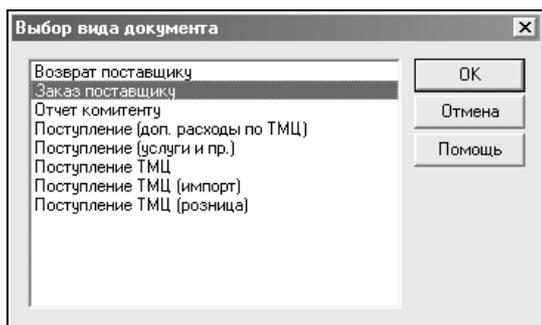

Рис. 6.18. Диалоговое окно выбора вида документа
1. Сформируйте документ **Заказ поставщику**. Для этого выберите **Журнал документов по поставщикам** группы **Поставщики** меню **Документы**, в меню **Действия** данного журнала перейдите к пункту **Новый** — программа откроет следующее диалоговое окно (рис. 6.18).